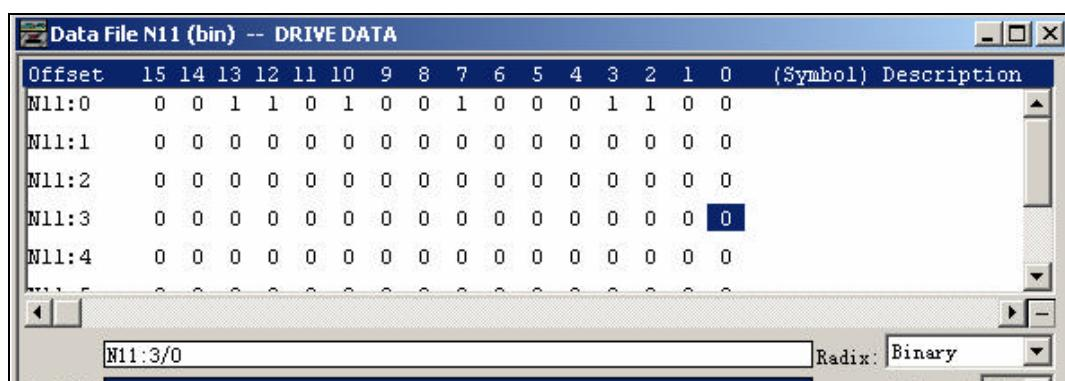

图 3-140 显示变频器状态
(14) 读取变频器状态结果存储于 N11:0，如图 3-140 所示：